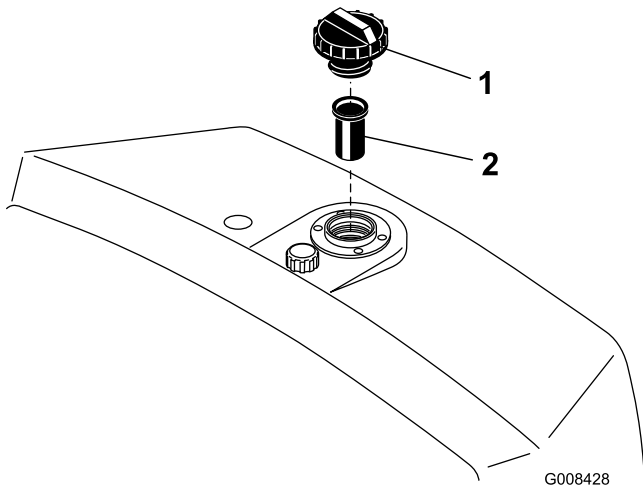

Figure 26
2. Retirez le bouchon du réservoir et vérifiez le niveau de liquide. L'huile doit arriver au bas de la crépine dans le goulot de remplissage (Figure 26).